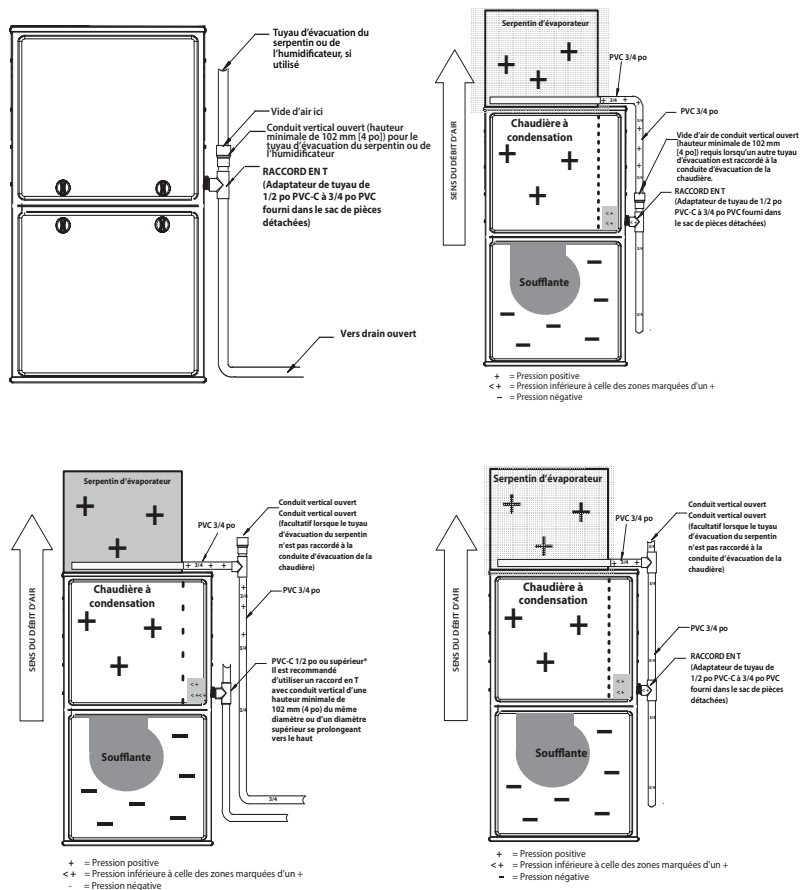

Fig. 11 – Exemple de fixation au drain sur le terrain
Une trousse d'installation horizontale (œillet de siphon), fournie sur place, est requise pour toutes les installations horizontales à ventilation directe (seulement). Cette trousse contient un œillet de caisson en caoutchouc conçu pour étanchéifier le caisson de la chaudière et le siphon de condensat (consultez la Fig. 11).
- Tout tuyau d'évacuation est en PVC d'au moins 3/4 po et il existe un té de refolement dans la partie supérieure du tuyau d'évacuation de condensat, comme illustré à la Fig. 11.